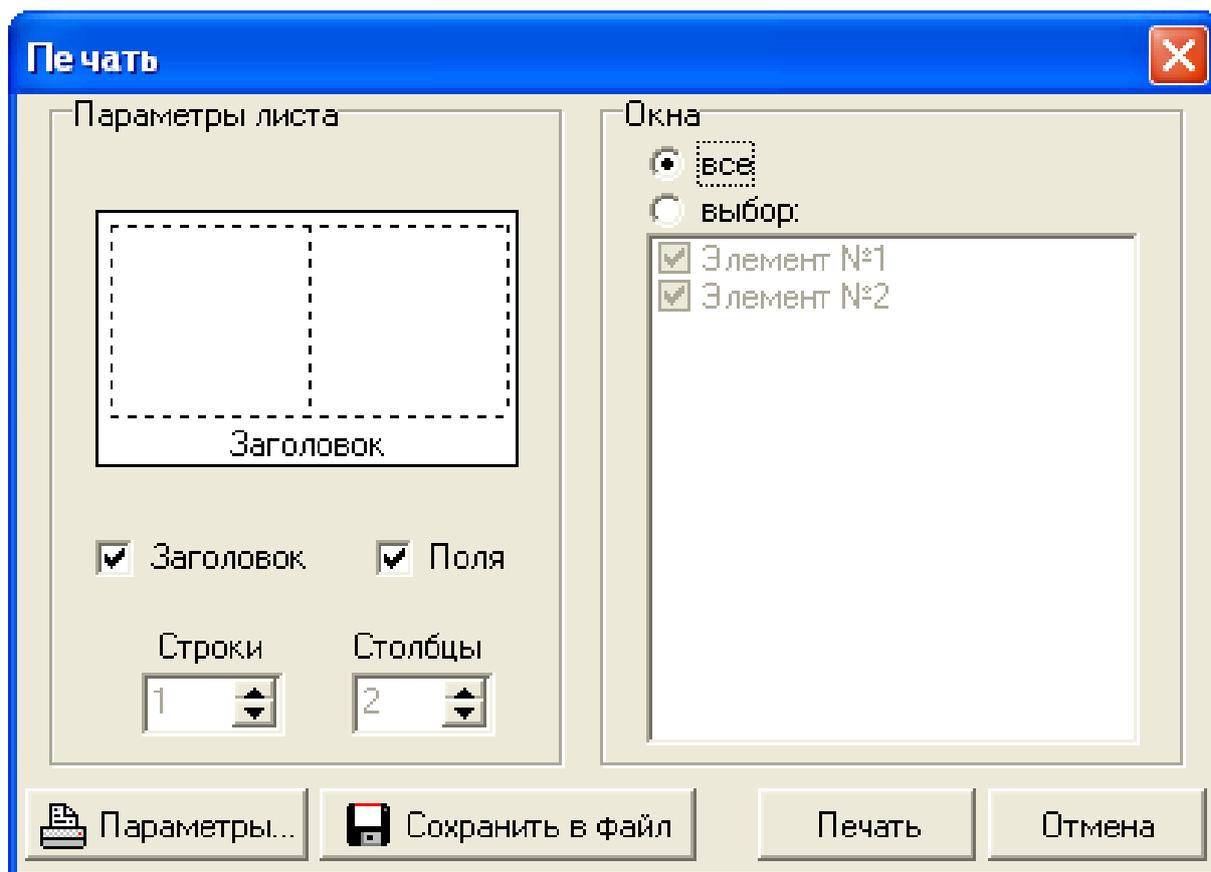

Рис. 34. Окно «Печать».
- кнопка **«Печать»** выводит окно **«Печать»** (см. рис. 34). В данном окне производятся настройки печати того сигнала, на панели управления которого была нажата кнопка **«Печать»**. Окно **«Печать»** состоит из двух меню: **«Параметры листа»**, **«Окна»** и четырех кнопок **«Параметры»**, **«Сохранить в файл»**, **«Печать»**, **«Отмена»**.
Меню **«Параметры листа»** отвечает за общий вид распечатанного листа, который предварительно отображается в данном меню (см. рис. 34). При активизации пунктов **«Заголовок»** и **«Поля»** на лист печати будут выведены соответственно информация о номере элемента, с которого была запущена печать и графики с полями. В пунктах **«Строки»**, **«Столбцы»** задается количество строк и столбцов, на которое будет разбит лист печати.
- для печати всех элементов в **«Окне выбора элементов»** необходимо выбрать пункт **«Все»** нажатием левой клавиши мыши, лист печати автоматически будет разбит на столько строк и столбцов, сколько элементов в данном замере (в данном случае (см. рис. 34) лист печати будет разбит на два столбца, где, в правом столбце распечатается элемент №1, в левом – элемент №2.)